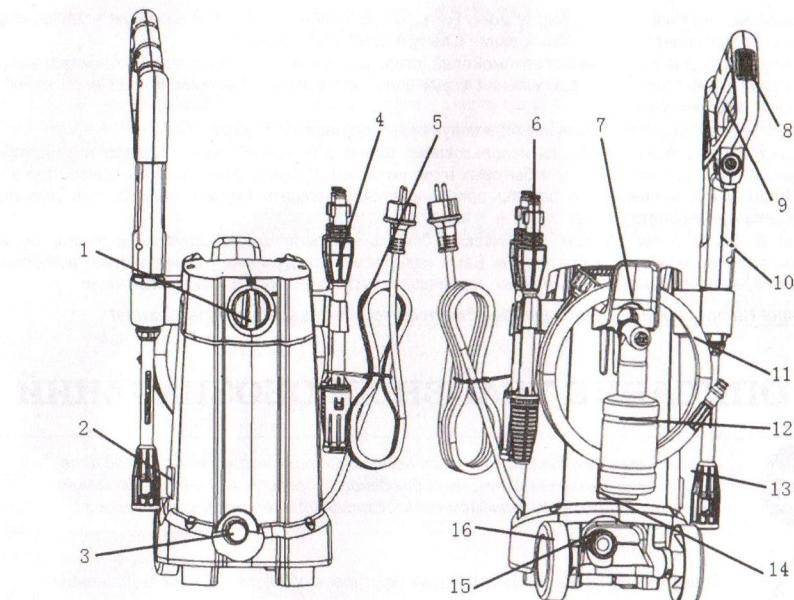

Рис. 1
- Подключите шланг высокого давления к выходному штуцеру на корпусе мойки (3)(См. Рис.1; 4). Плотно затяните его руками. Не затягивайте соединение спец. инструментом, чтобы исключить риск повреждения штуцера насоса.
- Достаньте один конец шланга из емкости, и не выпивая из него воды, подключите к соединительному фитингу (15)(См. Рис.1; 6; 6) на мойке.
- Установите выключатель (1)(См. Рис.1; 7) в положение «ВКЛ» (ON).
- Отожмите кнопку блокировки (8)(См. Рис.1; 8) и направьте форсунку пистолета - распылителя на обмываемый участок.
- Нажмите на пусковую клавишу (9)(См. Рис.1; 8) пистолета-распылителя.
- Отпустите пусковую клавишу пистолета (9)(См. Рис.1; 8).
- Заблокируйте пусковую клавишу ручного пистолета-распылителя с помощью кнопки блокировки (8)(См. Рис.1; 8).
- Во время продолжительных перерывов в работе (свыше 5 минут) аппарат следует выключать, для этого переведите выключатель (1)(См. Рис.1) в положение «Выкл» (OFF).
- Для прекращения подачи струи воды:** отпустите пусковую клавишу пистолета (9)(См. Рис.1; 8).
- Мойка имеет систему полной остановки. При освобождении пусковой клавиш пистолета (9)(См. Рис.1; 8) электродвигатель насоса автоматически отключается.
- Для выключения аппарата:** переведите выключатель питания в положение «Выкл» (OFF) (1)(См. Рис.1; 7).